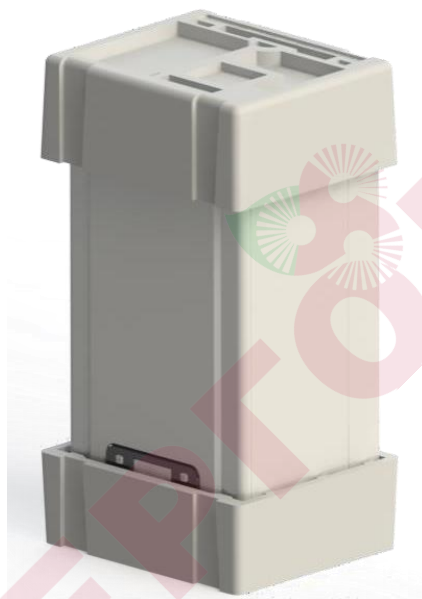

Рис. 2
- Устройство поставляется в картонной коробке размером 865 x 470 x 405 (YxGxD) мм, с поддержкой из пенополистирола в верхней и нижней части (Рис. 2а).
Детали, на Рис. 2б, предложены как вариант выбора (опция). В качестве варианта выбора (опции), вы можете заказать у авторизованного дилера Е.С.А. следующие детали: